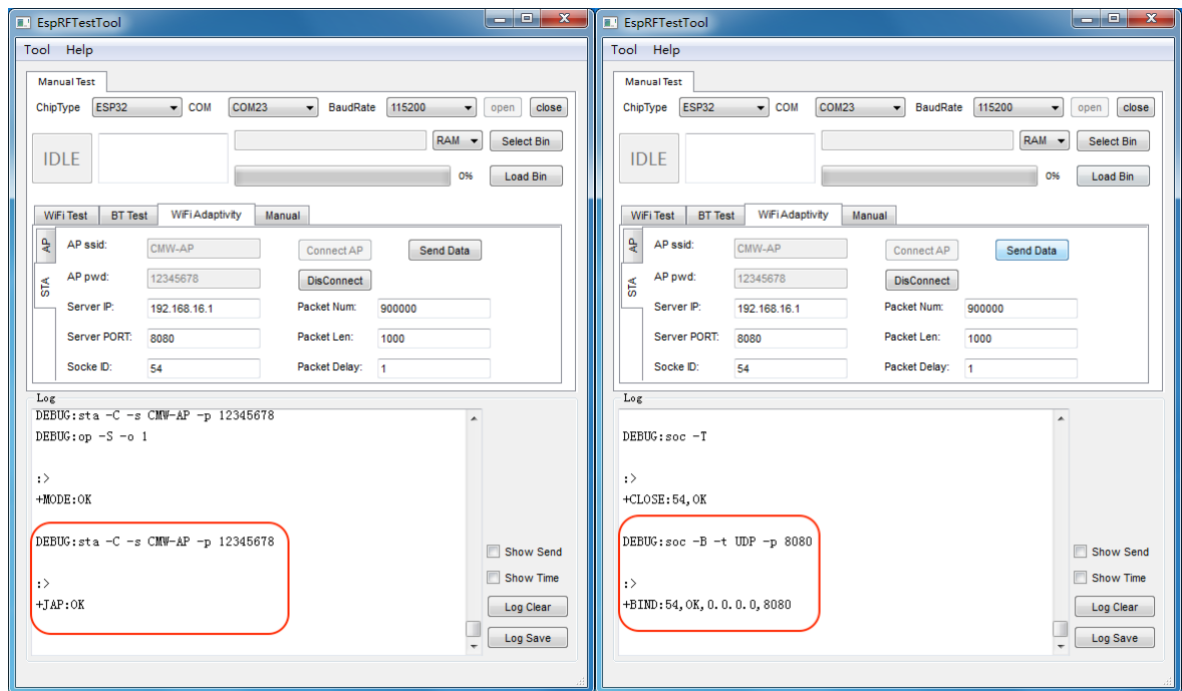
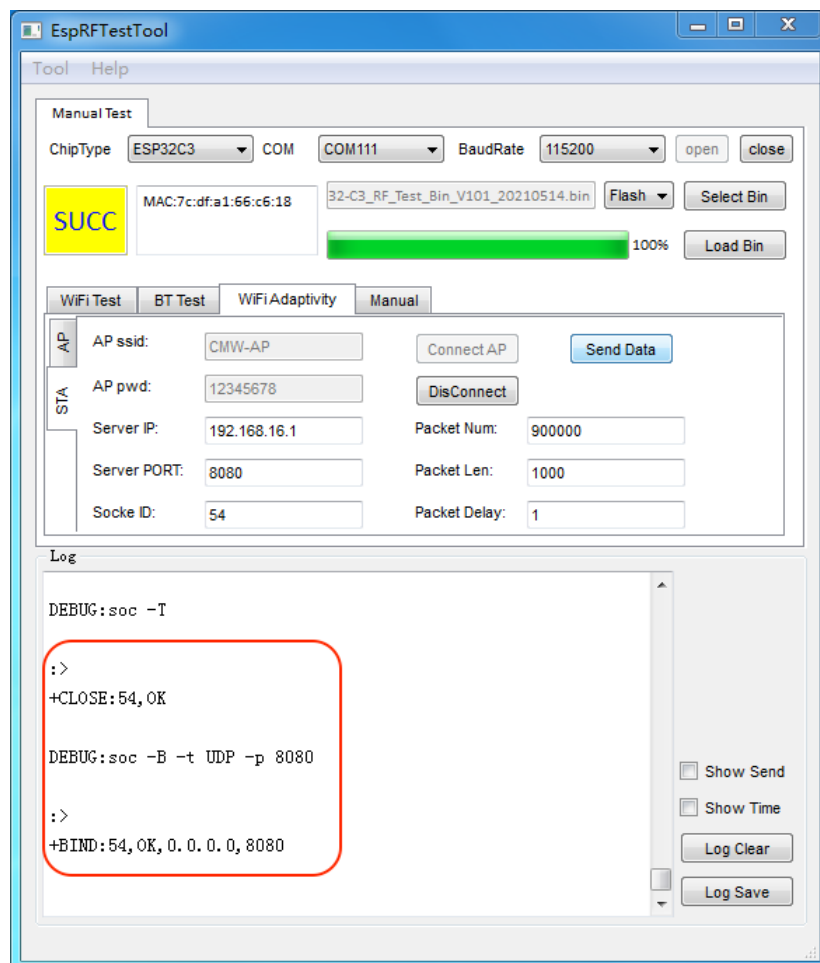

图 3-1. ESP32 自适应测试界面
图 3-2. ESP32-C3 自适应测试界面
- 对于工作在 Wi-Fi Station Mode 的样机，在下载时打开的 EspRFTTestTool 中点击 **WiFi Adaptivity**，进去后点击左边的 **STA**，输入实验室 AP 的名称和密码，名称和密码尽量简单，点击 **Connect AP**，EspRFTTestTool 状态栏会显示连接 log。连接成功后，将 **packet num** 改成 900000 以便长时间跑流，将 **packet delay** 改成 1，选择芯片对应的 **socket ID**，然后点击 **Send Data** 即可认证测试，图 3-1 为 ESP32 的自适应测试界面，图 3-2 为 ESP32-C3 自适应测试界面。